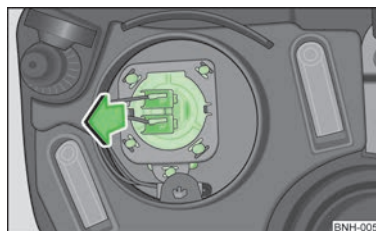

Fig. 127
- Extraer el conector con la bombilla con movimientos de vaivén en el sentido de la flecha » fig. 127.